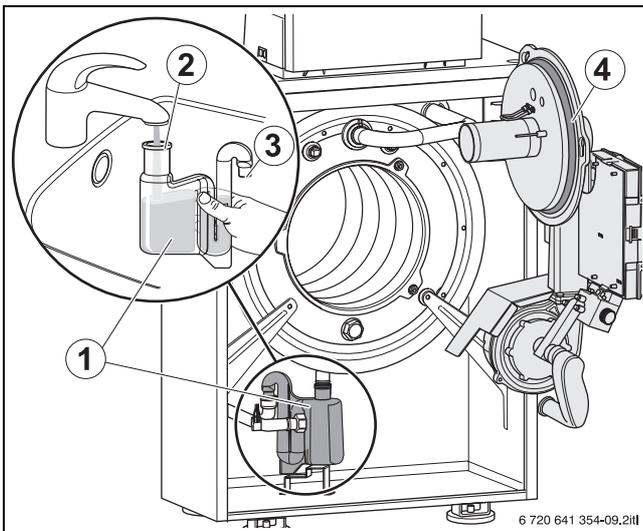

Fig. 66 Pulizia del sifone
- ▶ Prima del montaggio del bruciatore verificare che l'o-ring sia nella sua giusta sede (→ fig. 66, [4]) ed eventualmente correggere la sua posizione.